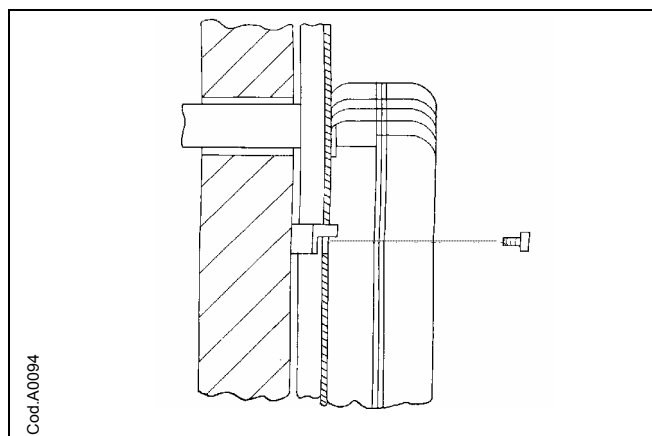

Figura 8
8. Sistemare il corpo scaldante sulla parete introducendo il condotto aspirazione/scarico nel foro precedentemente eseguito facendo in modo che le parti terminali della squadretta di sostegno entrino nelle fessure esistenti sulla schiena del corpo scaldante (vedi Figura 8).